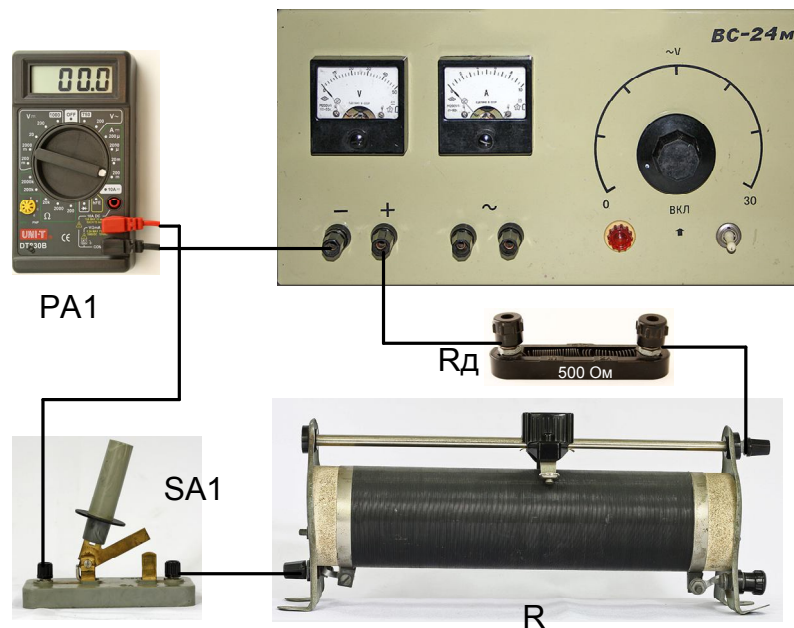

Рис. 13
7. Складіть електричне коло за схемою рис. 13. Значення додаткового опору  $R_d = 200 \text{ Ом}$ , максимальний опір реостату  $R = 500 \text{ Ом}$ . Перемикач мультиметра поставте в положення " $\text{A} \text{---} 200 \text{ m}$ " Після перевірки схеми викладачем увімкніть В-24М і замкніть ключ К. Запишіть покази мультиметра. Змінюючи опір реостату, простежте за зміною струму в колі. Закінчивши вимірювання, вимкніть прилади і розберіть електричне коло.